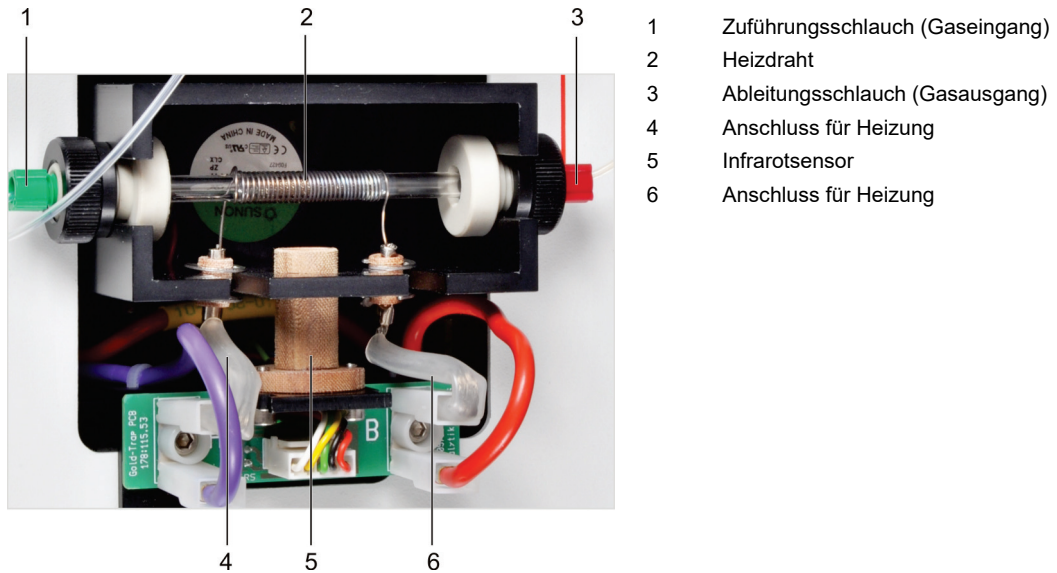

Bild 14 Anschlüsse am Goldkollektor
2. Steckkontakte der Heizspirale (4 und 6, Bild 14) von der Leiterplatte abziehen.
5. Goldkollektor in den Schacht einführen, gleichzeitig Isolierhülsen auf dem Heizdraht (2, Bild 14) in die Nut stecken.